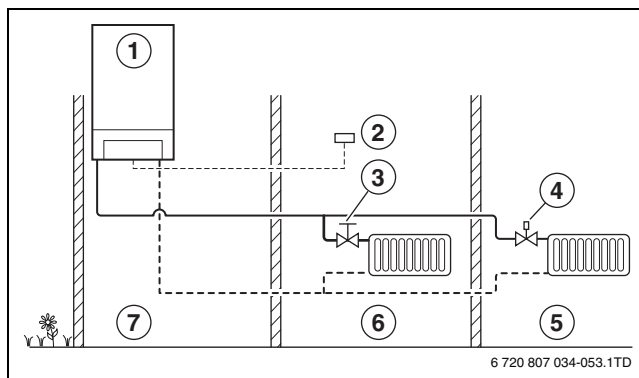

Fig. 23 Principio de la regulación a través de la temperatura ambiente
- En la regulación a través de la temperatura ambiente se regula la temperatura deseada en una habitación por la unidad de mando allí ubicada (regulación a través de la temperatura ambiente). Para la regulación correcta de la temperatura es necesario que los radiadores con válvulas de radiador manuales o las válvulas termostáticas de radiador estén completamente abiertas (→ fig. 23).